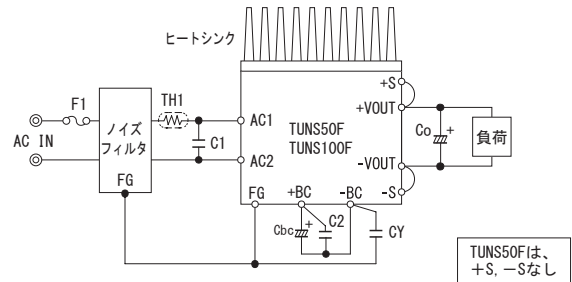

図2.1 標準接続方法
■TUNSシリーズを使用するためには、図2.1の接続と表2.1の外付け部品が必要です。
(3) CY ノイズフィルタ/接地コンデンサ
- 本電源はノイズフィルタを内蔵していません。入力ラインへの帰還ノイズ低減、電源の安定動作のために、ノイズフィルタ、接地コンデンサCYを接続してください(図2.1)。
(4) TH1 突入電流防止サーミスタ
(1) Co 出力コンデンサ
- 出力安定度向上のために、出力側+VOUTと-VOUT間にコンデンサCoを接続してください(図2.1)。推奨容量を表3.3に示します。